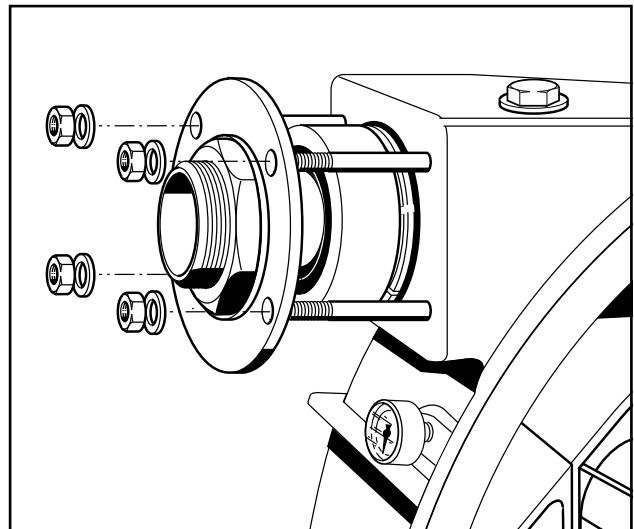

Рис. 14 Демонтаж соединительного патрубка
5. Полностью отвинтите оба патрубка с крепежным фланцем и буксовыми гайками от корпуса насоса (рис. 14) и снимите их с подающего шланга.